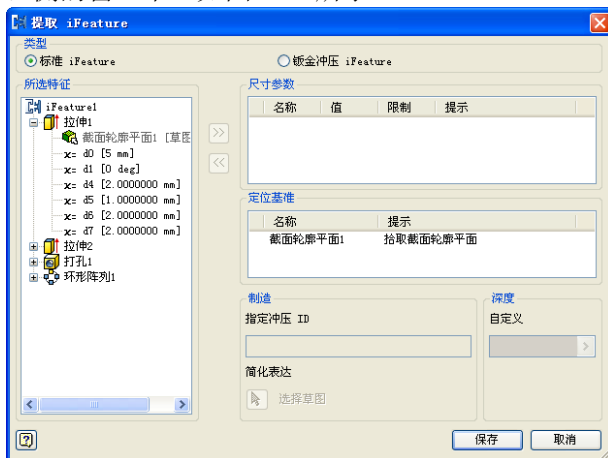

图 3-92 显示特征的相关参数
(2) 这时就可从浏览器中选择需要加入到 iFeature 中的零件的特征了，可选择零件中的一个特征，也可选择多个特征。当选择了一个或几个特征以后，特征的相关参数全部显示在【创建 iFeature】对话框中左侧的窗口中，如图 3-92 所示。